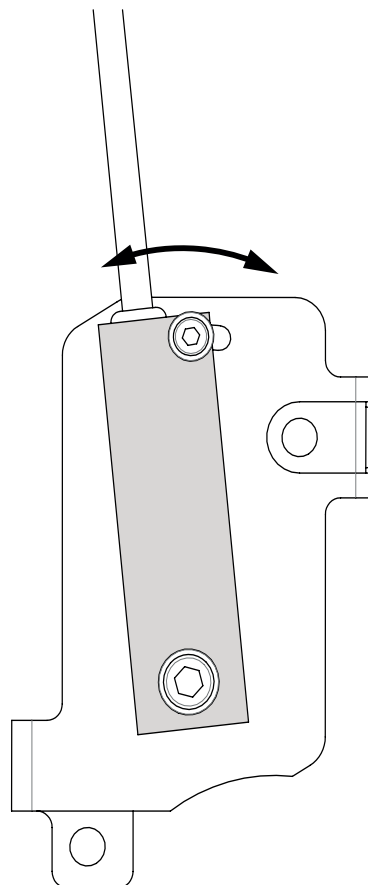

Bild 39. Justering av vinkelgivare.
2. Om inte vinkeln är -10 grader. Lossa de två skruvarna som håller IFM vinkelgivaren utan att ta bort dem. Se Bild 39.
3. Justera vinkelgivaren och dra åt skruvarna. Se Bild 39. Återupprepa punkt 1 till 3 tills plattformen stannar vid -10 grader.